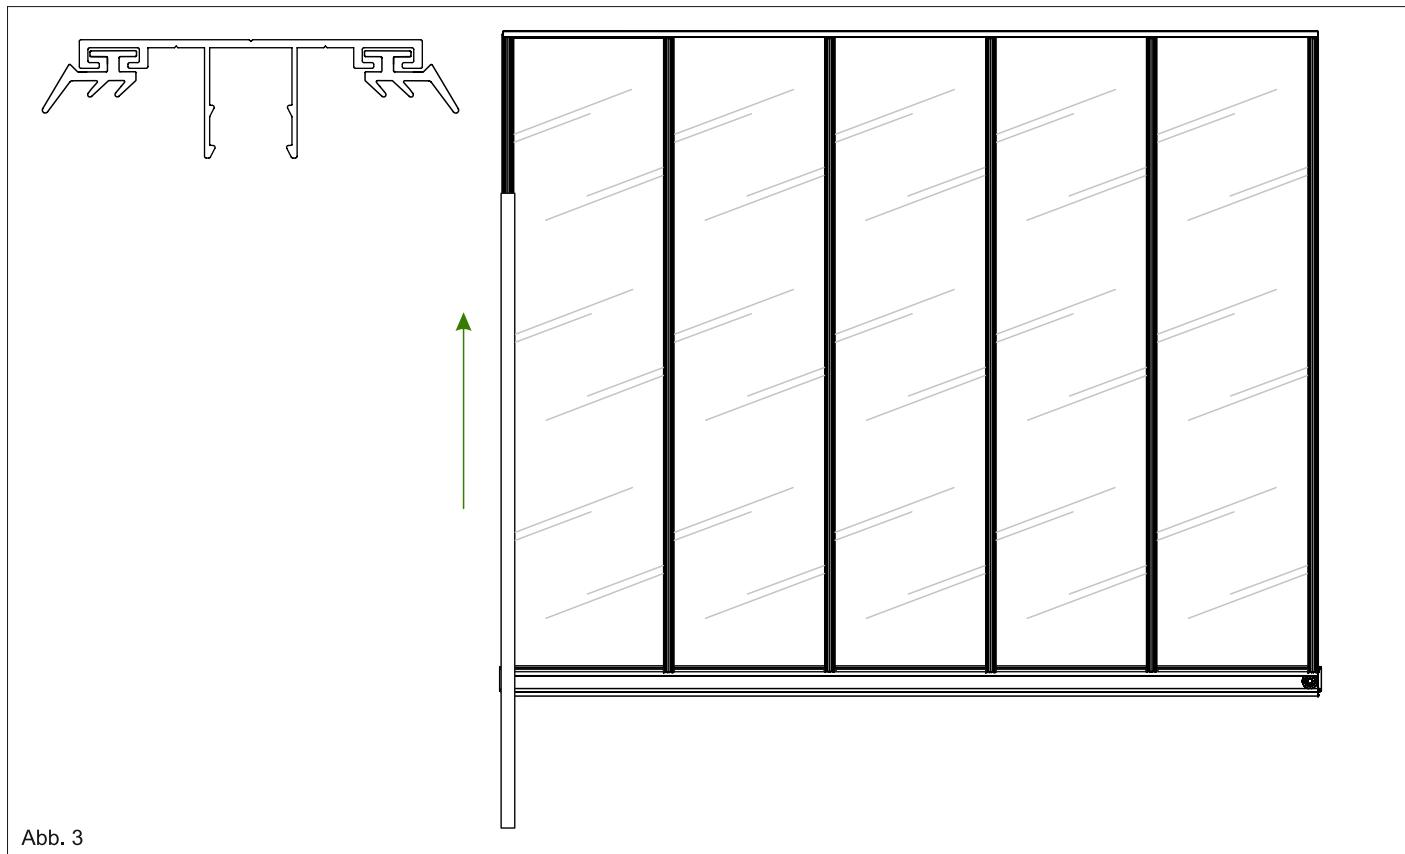

Abb. 3
3. Setzen Sie nun die Sparrenabdeckprofile ein, die wir bereits vorbereitet haben, mit dem zgedrückten Ende voran. Achten Sie darauf, dass alle Dichtungen noch vorhanden sind und fest sitzen. Siehe Abb. 3.